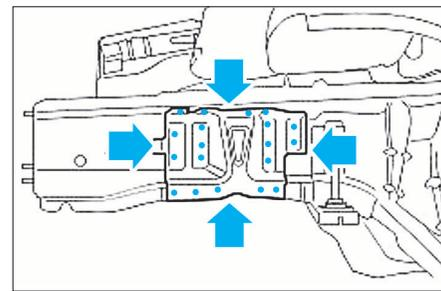

FIG. 20
- Fraiser les points de soudure du renfort intérieur de longeron (Fig.20).